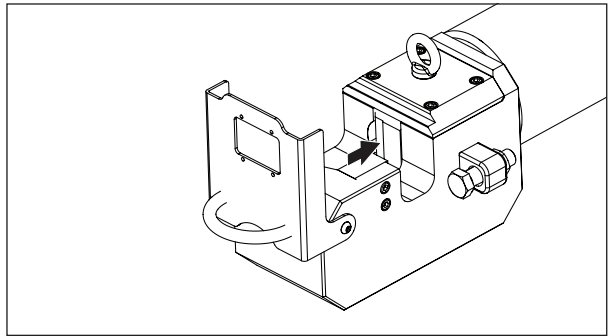

Abbildung 8, Kolben und Messer in der Ausgangsposition (vollständig eingefahren)
Stellen Sie vor dem Positionieren von Material zwischen dem Schneidkopf stets sicher, dass sich der Kolben und das bewegliche Messer in der „Ausgangsposition“ (vollständig zurückgezogen) befinden. Siehe Abbildung 8.
2. Stellen Sie sicher, dass sich der Kolben in der „Ausgangsposition“ (vollständig zurückgezogen) befindet. Siehe Abbildung 8.
- 1. Starten Sie die Pumpe. Bewegen Sie den Kolben in die „Ausgangsposition“ (vollständig zurückgezogen). Siehe Abbildung 8.
1. Starten Sie die Pumpe. Bewegen Sie den Kolben in die „Ausgangsposition“ (vollständig zurückgezogen). Siehe Abbildung 8.